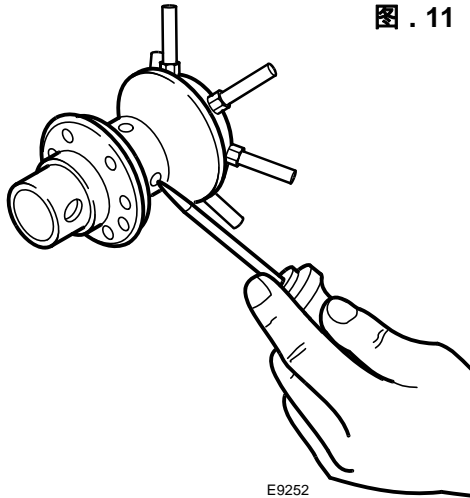

图 . 11
- 定期检查燃烧头的燃气喷口是否堵塞，如果有堵塞的现象，请参照图 .11 所示用合适的工具清理。